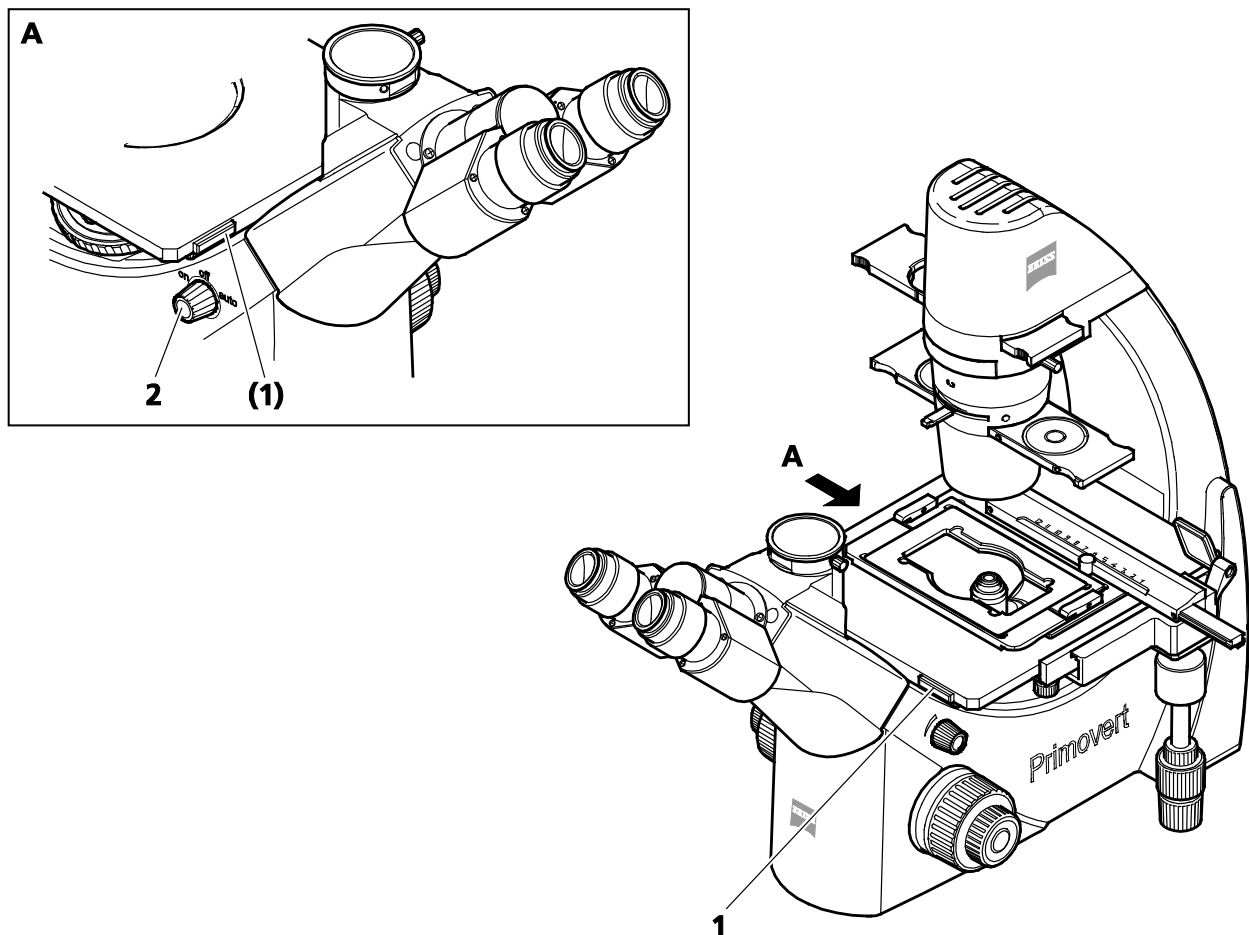

Bild 28 Mikroskop ein- oder ausschalten
- Mit Drehknopf (Bild 28/2) Mikroskop einschalten (Position **ON** oder **AUTO**).
Die beiden Taster Ein / Aus (Bild 28/1) am Objektstisch zum schnellen Ein- und Ausschalten der Durchlichtbeleuchtung sind inaktiv. Die Beleuchtung bleibt ständig eingeschaltet.
Die Taster EIN / AUS (ON / OFF) (Bild 28/1) zum schnellen Ein- und Ausschalten der Durchlichtbeleuchtung sind aktiv. Die Beleuchtung kann damit schnell aus- und wieder eingeschaltet werden. Nach 15 Minuten Betriebszeit schaltet sich die Beleuchtung automatisch aus und geht in Stand-by-Betrieb. Bei erneuter Betätigung einer der beiden Taster EIN / AUS schaltet sich die Beleuchtung wieder ein. Wird während des Betriebs erneut der Taster betätigt, beginnen die 15 Minuten von vorn.
- Nach Beendigung der Arbeiten das Mikroskop mit Drehknopf (Bild 28/2) (Position **OFF (AUS)**).